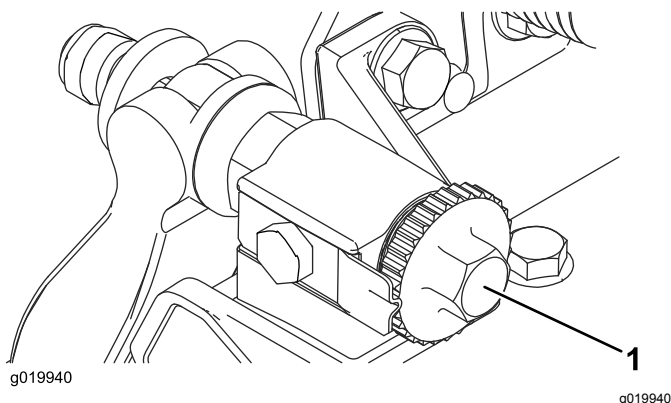

Figure 9
2. Tournez les vis de réglage de la barre d'appui dans le sens antihoraire pour vérifier qu'elle ne touche pas le cylindre (Figure 9).